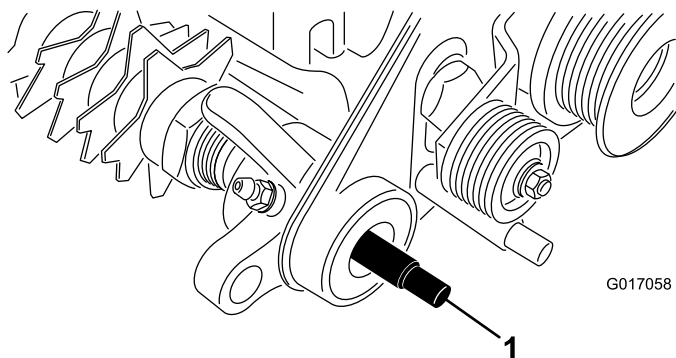

Рисунок 5
11. Нанесите консистентную смазку на уплотнения в опоре подшипника узла привода и на конец вала механической щетки (Рисунок 5).
12. Вставьте шлицевой конец вала механической щетки в опору подшипника узла привода (Рисунок 5).